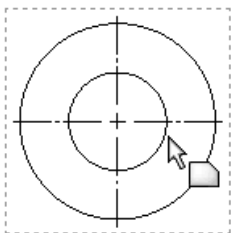

图 8-32 选择模型视图
- (3) 在图形区域中选择模型视图，如图 8-32 所示。